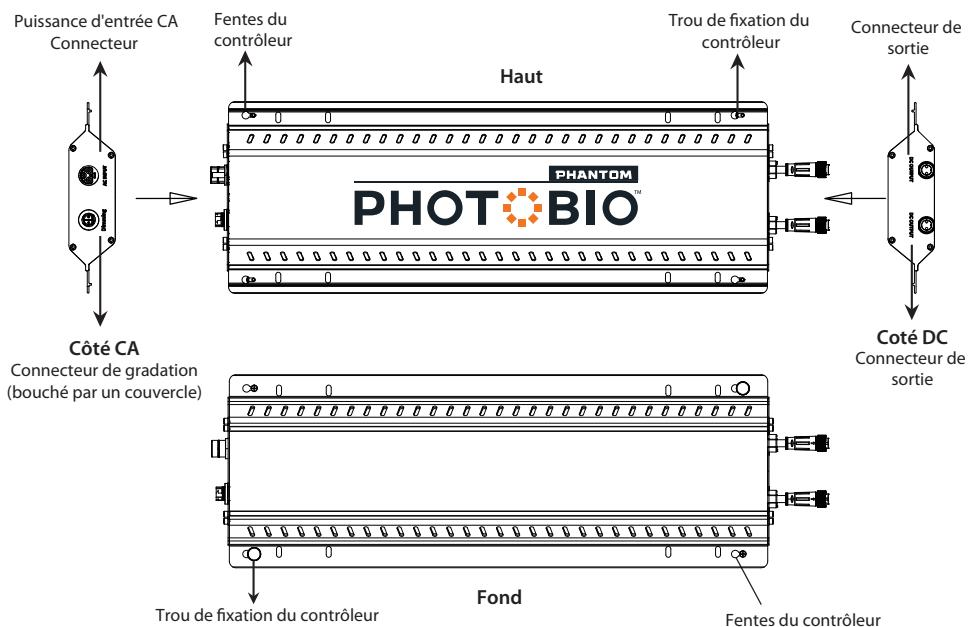

Fig. 5
Étape 2. Identifiez soigneusement la connexion du contrôleur, comme le montre la figure 5